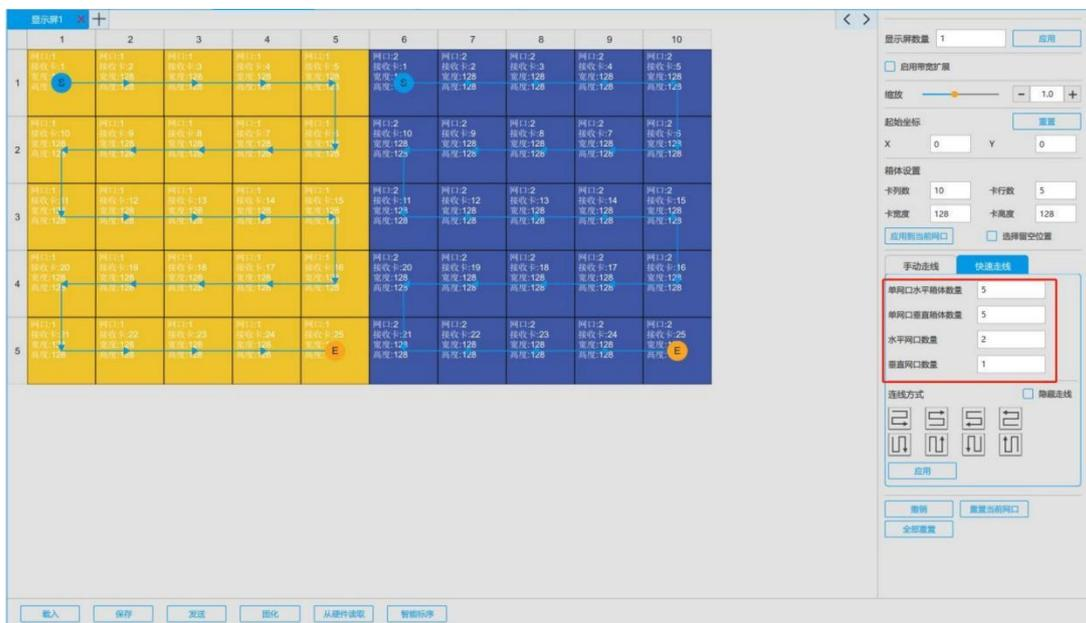

图 6-3 快速走线
- “快速走线”：设置单网口带载水平和垂直箱体数量，水平和垂直网口数量。例如图 6-3。